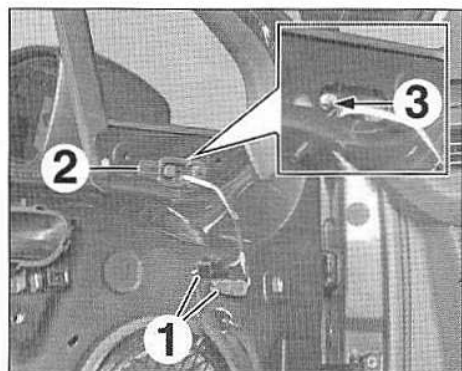

FIG.60
- Débrancher les connecteurs (1) (Fig.60).
- l'obturateur (2),
- l'écrou (3),